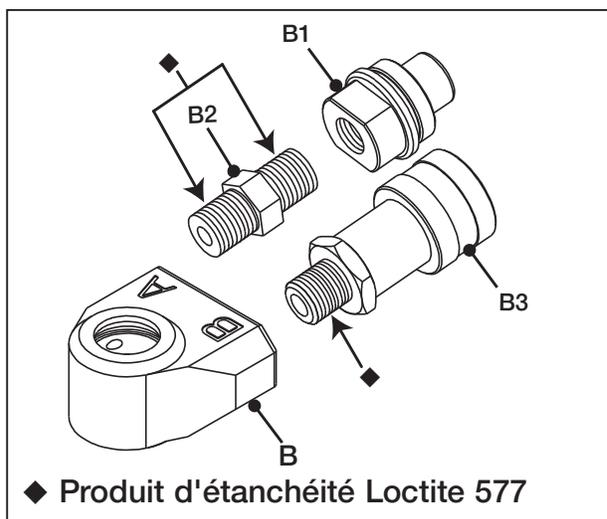

Fig. 25
- Appliquer du produit d'étanchéité Loctite 577 sur les filetages du raccord femelle (B3) et de l'adaptateur (B2). Voir leur emplacement (◆) sur la figure 25.